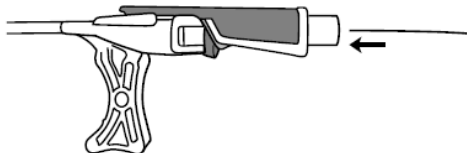

図 7: 完全挿入位置のバルブツールを使用したガイドワイヤの挿入
- (3) 方法 3
- a. シリンジをバルブツールから取り外して、バルブツールをカテーテルに完全に挿入する(図 7)。
- b. ガイドワイヤをバルブツールの近位端に挿入する(図 7)。